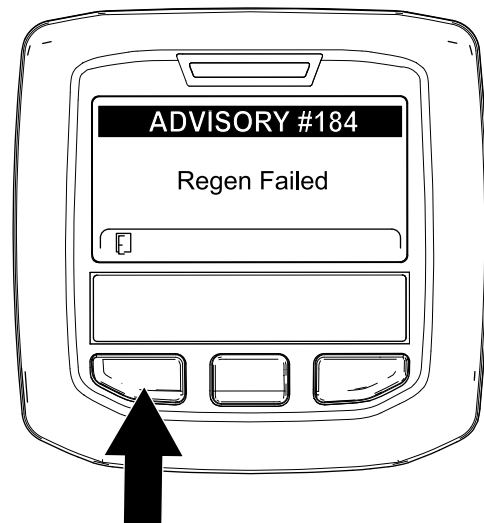

Bild 64
**Hinweis:** Wenn die Regenerierung nicht abgeschlossen wird, wird im InfoCenter „Advisory #184“ (Bild 64) angezeigt. Drücken Sie die linke Taste, um den Homebildschirm anzuzeigen.